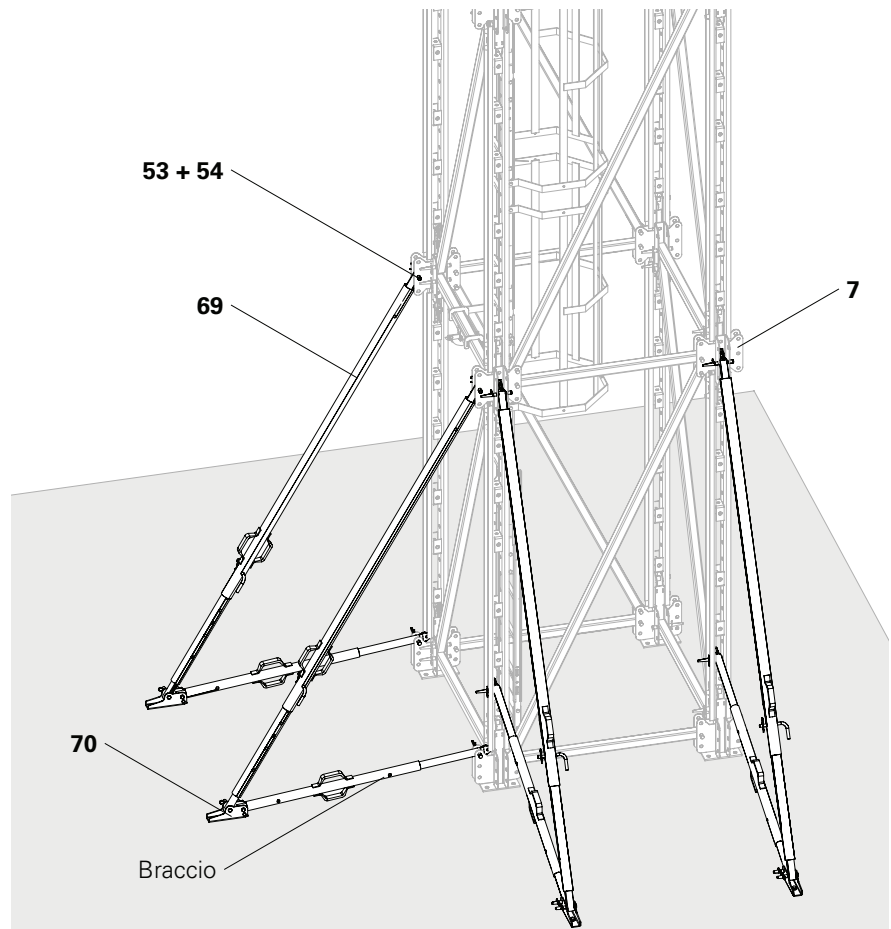
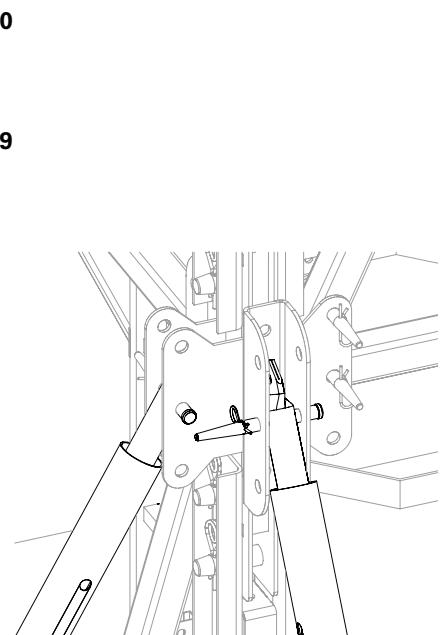

Fig. B1.01
Fig. B1.01b
3. Avvitare il puntello di stabilizzazione RS (69) alla piastra di base per RS-3 (70) con il perno Ø 21 (53) e fissare con un inserto a molla 4/1 (54). (Fig. B1.01)
4. Avvitare il puntello di stabilizzazione RS (69) al connettore verticale (7) con perni Ø 21 (53) e fissare con un inserto a molla 4/1 (54). (Fig. B1.01 + Fig. B1.01b)